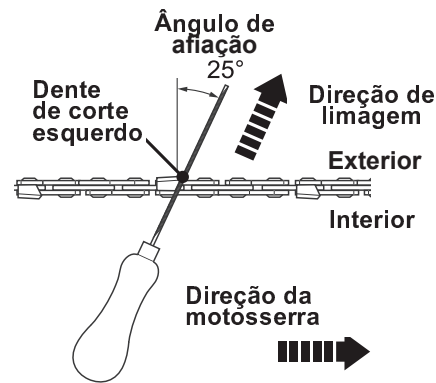

Fig. 47b
- > Use a lima redonda (34) fornecida, com diâmetro de 1,1 vez a profundidade do dente de corte. Certifique-se de que 20% do diâmetro da lima fica acima do gume do dente.
- > Lime perpendicularmente à lâmina-guia, com um ângulo de 25° relativamente à direção do movimento (Fig. 47b).